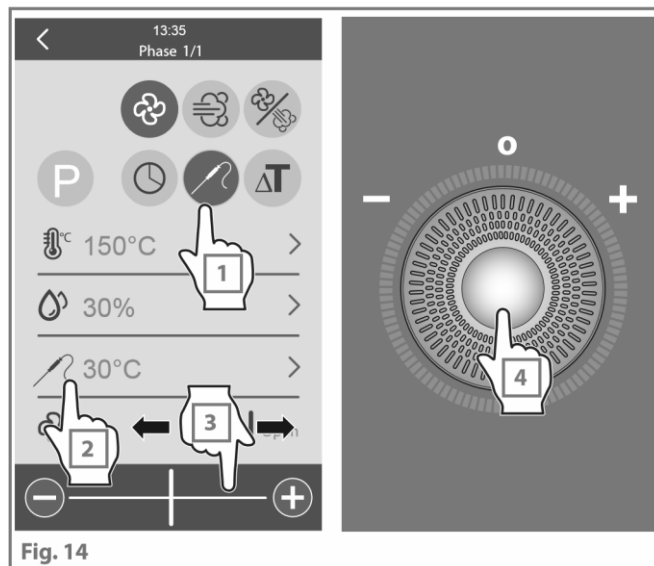

Fig. 14
**Einstellung - Garen mit Kernsonde** (Abb. 14)